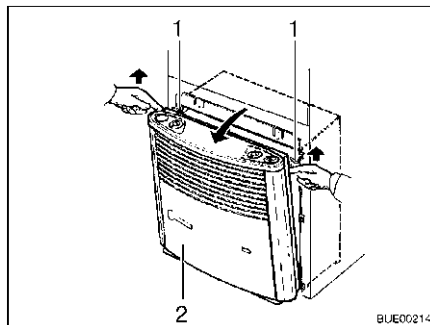

Fig. 97 Rimozione della copertura del riscaldamento
- Rimuovere la copertura del riscaldamento (Fig. 97,2). Tirare verso l'alto, in avanti la copertura, spingere verso l'alto le molle di sostegno (Fig. 97,1) e ribaltare la copertura in avanti.